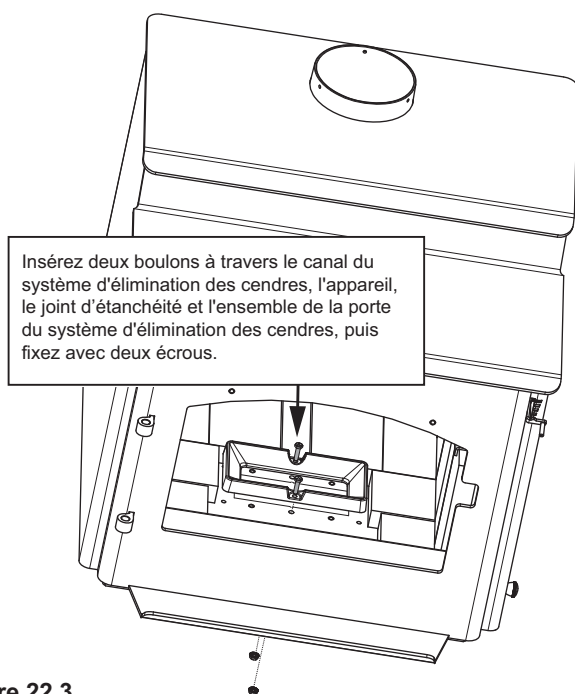

Figure 22.3
- À l'aide de deux boulon et deux écrous à embase, fixez la rainure de l'ARS avec la clé ouverte 3/8 et la clé à douille 7/16 (**Figure 22.3 on page 22**).
11. À l'aide de 2 boulons et deux écrous à embase, fixez la rainure de l'ARS avec la clé ouverte 3/8 et la clé à douille 7/16 (**Figure 22.3 on page 22**).